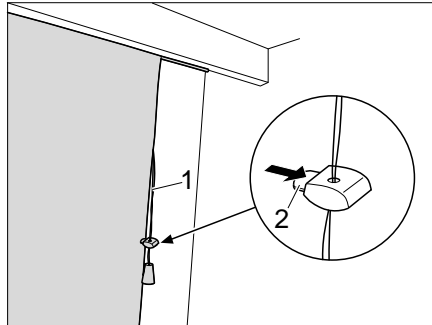

Bild 85 Raffrollo
- Kordel (Bild 85,1) nach unten ziehen. Das Rollo wird von den Bändern nach oben gezogen und gerafft.
- Klemme (Bild 85,2) am Halter drücken und Halter in gewünschte Stellung schieben.
- Klemme (Bild 85,2) am Halter drücken.